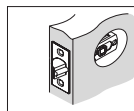

Figura 5a
- Asegúrese de que el frente de la placa esté nivelado con la puerta. No fuerce el pestillo en la muesca de nivelación. Cincele el material sobrante si es necesario para que quede nivelado (Figura 5a).